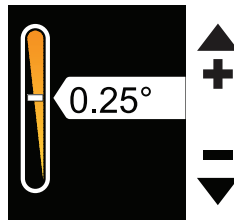

図15-17: カスタム加温速度を設定します
2. カスタム設定を選択する場合には、[上昇] および [低下] ボタンをタップして、速度を設定してください(15-31ページの図15-17)。